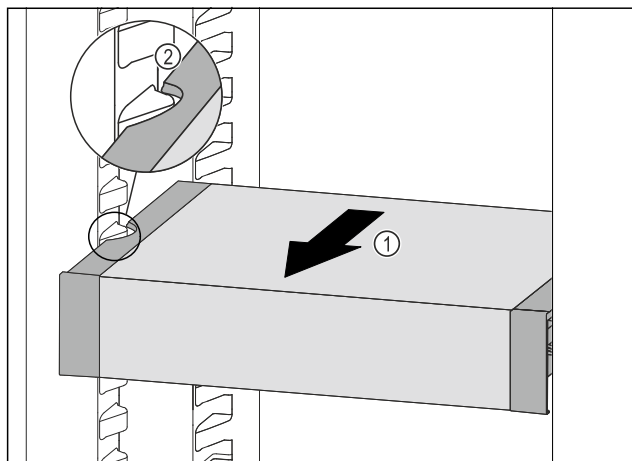

Fig. 82
- VarioSafe pociągnąć w przód Fig. 82 (1), aż boczne wycięcia szuflady VarioSafe będą się znajdować na wysokości zębów pojemnika w chłodziarce. Fig. 82 (2)